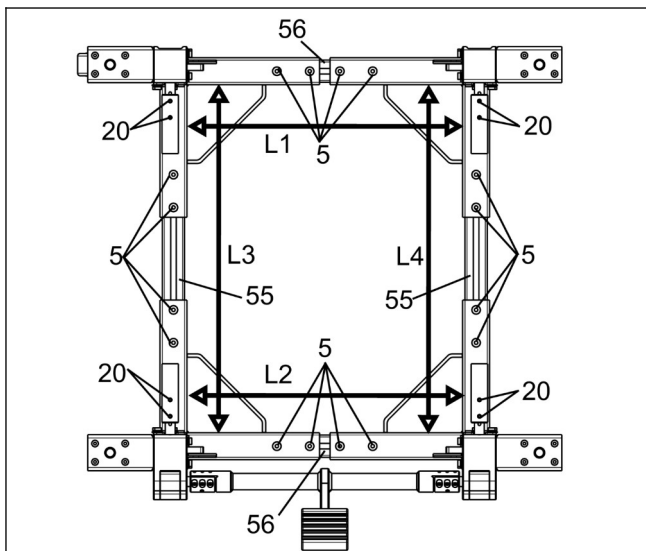

图 16
d.松开紧固件“5”，拉伸四周角架，使得箭头处长度比机器底座长 6.3-12.7mm；旋紧所有紧固件“5”、“20”。（见图 16）
- 2.确保图 16 所示 L1 与 L2、L3 与 L4 大致相等,若不相等，请重复步骤 d 调至相等；